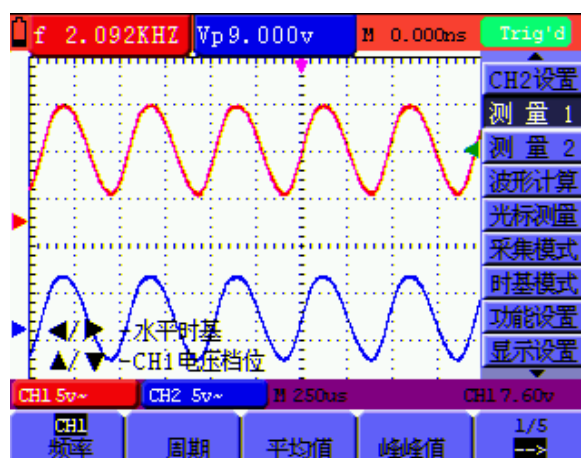

图 12：自动测量
3. 按 **F4** 键，在 **峰-峰值** 项选择 **CH2**。**测量窗口 2** 窗口变成蓝色，同时显示出输入端口 **CH2** 的峰峰值。见图 12：